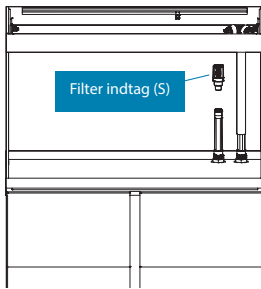
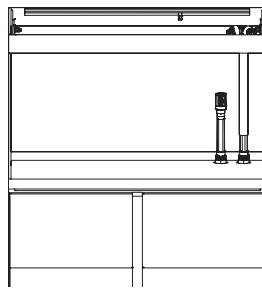
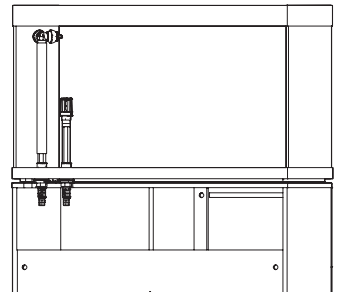

Fig. 5
Fig. 6
Fig. 7
4. Placer indgangsfilteret (S) på tilslutningsrøret (A) (fig. 5). Det endelige resultatet efter samlingen vises på fig. 6 og fig. 7.